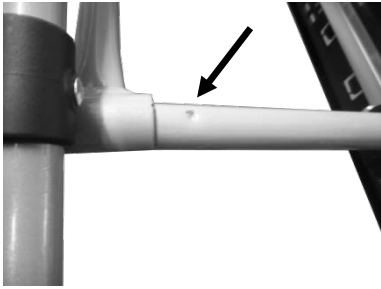

Figure 9: Marks on the lamp mount
- Replacez maintenant le tuyau du support de lampe dans le plateau porteur. Glissez le tuyau jusqu'à ce que le marquage (figure 9) sur le tuyau soit recouvert.